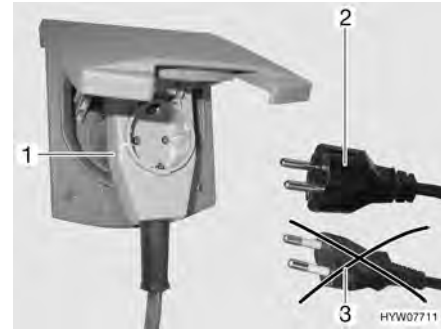

Fig. 100 Collegamento ad un connettore ad angolo provvisto di presa
- ▶ Se si impiega un connettore ad angolo CEE 17 provvisto di una presa integrata sulla parte posteriore (Fig. 100,1), utilizzare esclusivamente una spina IP 44 gommata e sigillata con contatto di terra (Fig. 100,2). Non utilizzare spine senza contatto di terra (Fig. 100,3). Pericolo di scarica elettrica!